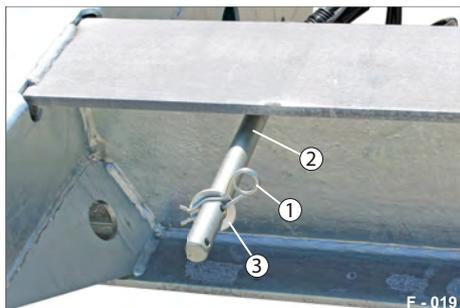

Abb. 33 Unterlegkeil Halterung
- ▶ Stecken Sie die Scheibe (Abb. 33/3) auf den Haltebolzen (Abb. 33/2).
- ▶ Stecken Sie den Federstecker (Abb. 33/1) in die Bohrung des Haltebolzens. Die Sicherungselemente sind gegen Verlust gesichert.